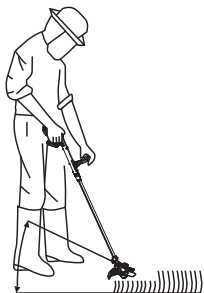

Fig. 17
1. Avant l'utilisation, assurez-vous que le protège-lame (11d) est retiré, que le protège-plant (12) est déployé et que le bloc-batterie (16) est en place.
2. Réglez l'angle de la poignée principale (1) sur 0 ° pour la coupe d'herbe.
5. Tenez la tête de coupe (13) juste au-dessus du sol à un angle d'environ 30 ° (Fig. 17).